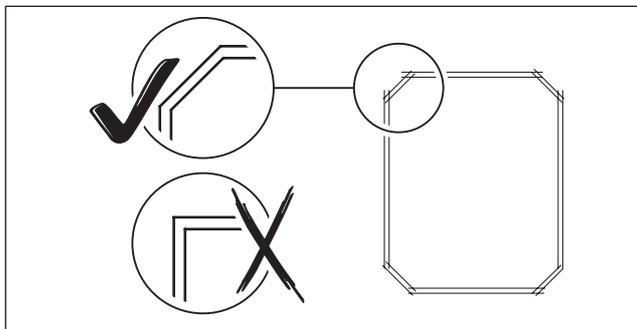

Abb. 2
- Verlegen Sie die Induktionsschleife 7 cm unter der Bodenoberfläche. Bei Pflastersteinen mit einer Stärke von mindestens 10 cm muss das Material angepasst werden, um das Verlegen in der genannten Tiefe zu ermöglichen. Alternativ können Sie die Induktionsschleife zwischen den Pflastersteinen in einer diagonalen Schrägfuge verlegen (**Abb. 2**).